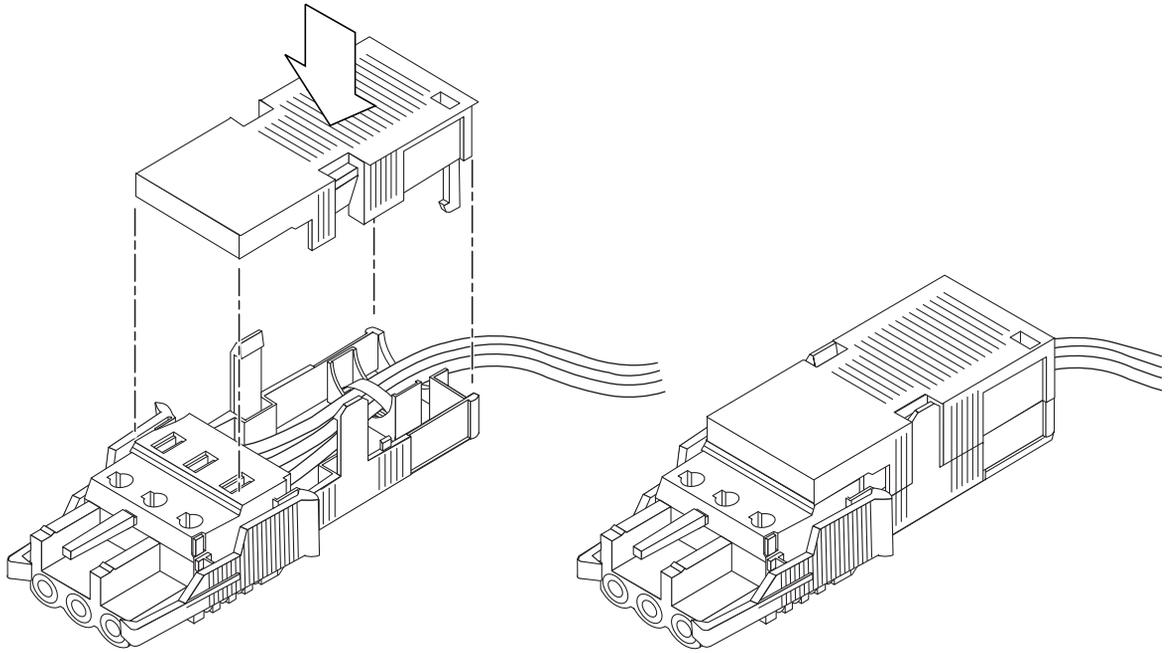

FIGURA 2-12 Assemblaggio dell'alloggiamento antideformazione
5. Abbassare la parte superiore dell'alloggiamento (FIGURA 2-12) in modo che le tre sporgenze presenti su di essa si inseriscano nelle aperture del connettore CC, quindi unire le parti superiore e inferiore dell'alloggiamento fino ad udire uno scatto.